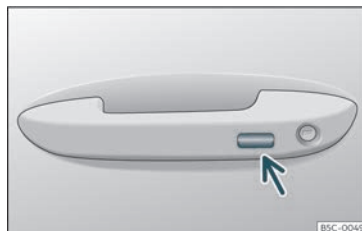

Fig. 93 Asa da porta: superficie sensora.
• **OU BEN** mediante o sistema de Keyless Access* (só peche): Manteña un dedo durante algúns segundos sobre a superficie sensora de bloqueo»»» **fig. 93** (frecha) da asa da porta para que se pechen as xanelas e o teito*. Se deixa de tocar a superficie sensora, interrómpese a función de peche.
• Durante uns segundos, manteña un dedo na superficie sensora de bloqueo»» fig. 93 (frecha) da asa da porta para pechar o teito. Se deixa de tocar a superficie sensora, interrómpese a función de peche.